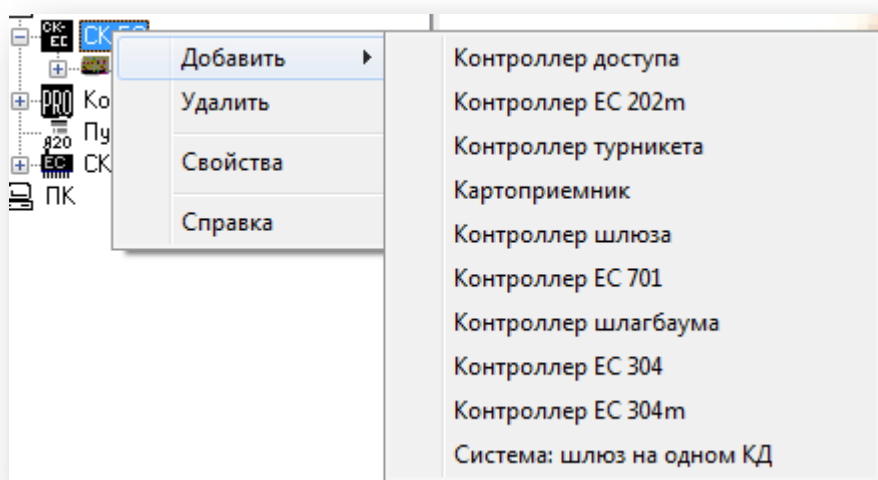

Рисунок 6.8
- При подключении к СК-ЕС или СК-232 («Сетевой контроллер СК-ЕС тип 2») в контекстном меню сетевого контроллера выберите пункт «Добавить» → контроллер серии «КОДОС ЕС» (Рисунок 6.8).